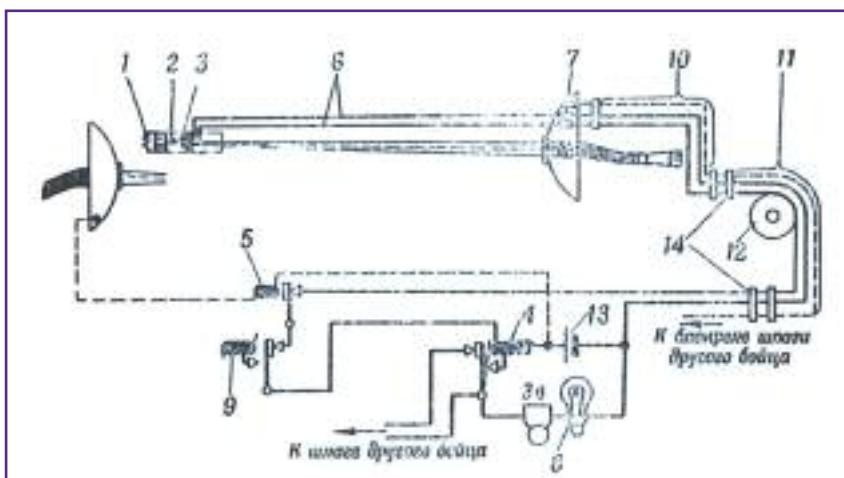

Рис. 28. Схема соединения электрифицированной шпаги с электроаппаратом до нанесения укола
Для подключения к сети электроаппарата шпаги оборудуется соответствующим образом (рис. 28). Вдоль клинка ее прокладываются два изолированных провода (б на рис. 28), которые с одной стороны заканчиваются смонтированным на гарде штепсельным разъемом (7 на рис. 28), а с другой — двумя контактами (3 на рис. 28), находящимися в смонтированном на конце шпаги специальном контактном наконечнике. Венчик наконечника (1 на рис. 28), как и останавливающий наконечник, имеет острые зубцы и снабжен тонкой контактной пружинкой (2 на рис. 28). При уколе он углубляется в цилиндр наконечника, соприкасается пружинкой с контактами и замыкает их. Сам клинок остается изолированным.
При замыкании контактов в наконечнике замыкается основная цепь, показанная на рис. 28 сплошными линиями, которая проходит через питущую аппарат батарею (13 на рис. 28), реле (4 на рис. 28). Реле (Фр. relais) называется
чувствительный прибор, состоящий из электромагнита с якорем на рычаге. При включении реле магнит притягивает якорь, который замыкает или размыкает контакты подключенных к нему электротропов. На рис. 28 магнит изображен спиралью, а контакты – треугольниками. Действие реле может быть искусственно замедлено на определенный промежуток времени. Прерыватель реле (9 на рис. 28) и прерыватель реле дополнительной блокирующей цепи (5 на рис. 28). Через 1/20-1/25 сек. после нанесения укола и, следовательно, замыкания контактов в наконечнике реле (4 на рис. 28) включает звонок и сигнальную лампу (8 на рис. 28) и разъединяет основную цепь шпаги другого бойца, после чего его уколы электроаппаратом не фиксируются (положение якоря включенного реле (4) показано на рис. 28 пунктиром). Замкнув цепь звонка и лампы, реле (4) остается под током, так что при размыкании контактов в наконечнике сигнальная лампа продолжает гореть до тех пор, пока ее не выключит находящийся у аппарата судья. Сигнальные лампы на аппарате смонтированы таким образом, что при нанесении укола одним из фехтовальщиков лампа зажигается со стороны того фехтовальщика, который получил укол. Если в обоюдной атаке разница между уколами «противников» по времени была меньше 1/20-1/25 сек., замыкаются основные цепи шпаг обоих бойцов, зажигаются обе лампы, и соответственно правилам спортивного фехтования оба «противника» получают по уколу.
При уколе в гарду венчик наконечника, соединившись одновременно с гардой и контактами (3 на рис. 28), замыкает дополнительную (блокирующую) цепь, показанную на рис. 28 пунктиром линиями, которая с помощью мгновенно действующего реле (5 на рис. 28) разъединяет основную цепь нанесшей укол шпаги, и укол электроаппаратом не фиксируется. Покрыв пол металлической проводящей ток сеткой и соединив его проводником с дополнительной (блокирующей) цепью, можно исключить фиксацию электроаппаратом уколов в пол.
Электросвязь между шпагой каждого бойца и аппаратом осуществляется через мягкие трехжильные электрошнурры, один из которых помещается под костюмом фехтовальщика (10 на рис. 28), а другой (11 на рис. 28) соединен с электроаппаратом. Перед боем он подключается с помощью штепсельного разъема (14 на рис. 28) к шнуру фехтовальщика и постоянно следует за ним, слегка натянутый пружинным сматывателем (12 на рис. 28).
Шпага второго бойца оборудована аналогично. Другая половина электроаппарат также имеет схему, подобную показанной на рис. 28. Провода, соединяющие обе половины электроаппаратов, на рис. 28 условно обрваны. Следует также отметить, что приведенная схема дает только общее представление об устройстве и работе электроаппаратов: в